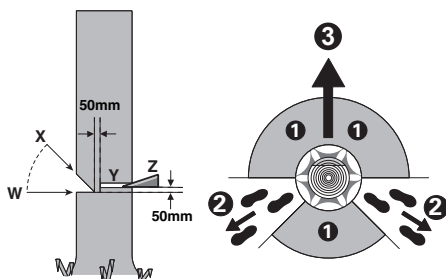

Fig. 1
Quando l'albero inizia a cadere, togliere la sega e catena dal taglio, spegnere la macchina, posarla ed abbandonare l'area di pericolo utilizzando la via di fuga precedentemente determinata (2). Attenzione a rami che potrebbero cadere dall'alto ed evitare di inciampare. (Vedi Fig. 1)